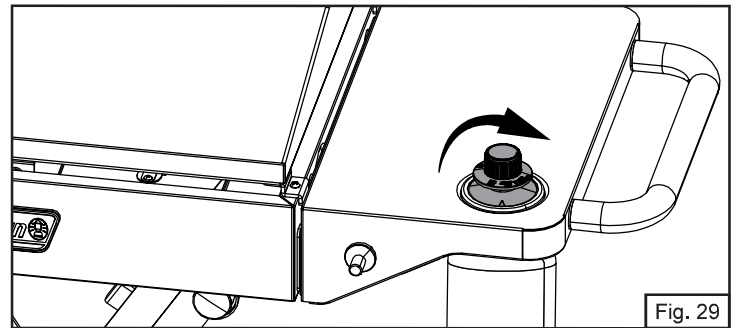

Fig. 29
1. Mettre les deux boutons de commande en position d'arrêt (Fig. 29).